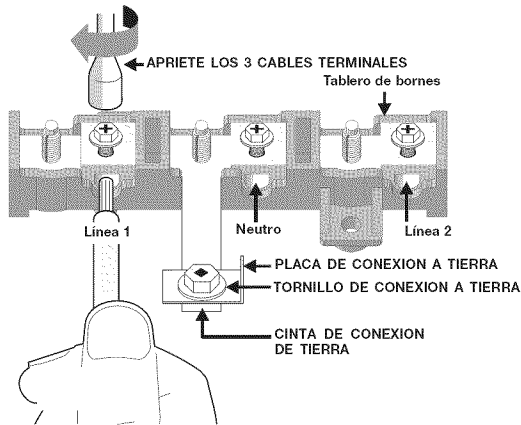

Fig. 31
2. **(Conexiones permanentes trifilares y tetrafilares)** Desforre el aislamiento de los extremos del cableado permanente para la Línea 1, Línea 2, Neutro (además desforre el alambre de conexión a tierra en las conexiones tetrafilares). Apriete los 3 conductores hacia el tablero de bornes (Siga las ubicaciones de los alambres que se muestran en la Fig. 31).